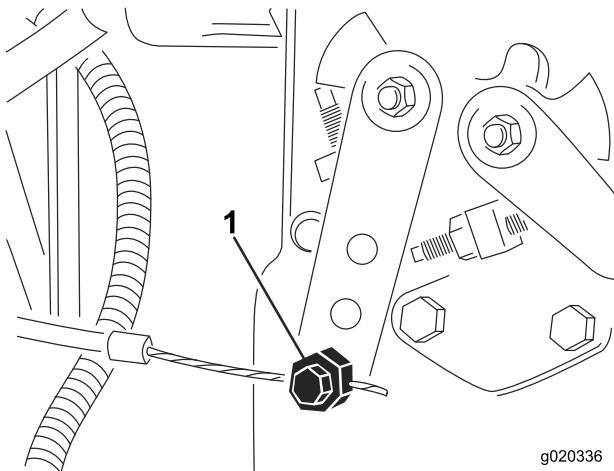

図 61
2. 噴射ポンプのレバーアーム（図 61）の部分にあるスロットルケーブルのコネクタをゆるめる。